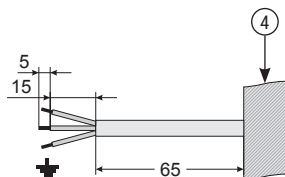

Рис.3
1.5. Обрезать провод, выходящий из стены (рис. 3). Место крепления соединительной коробки должно совпадать с местом вывода кабеля из стены.